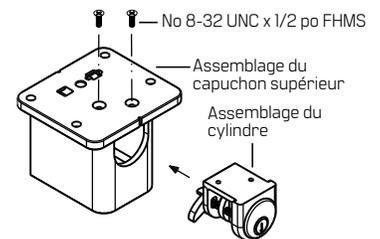

Figure 3 Installation de l'assemblage du cylindre
- 1.5 Une fois la clé retirée, insérer l'assemblage du cylindre dans l'assemblage du capuchon supérieur. Voir la figure 3.